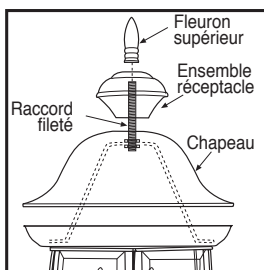

Figure 3
- b. Si le chapeau est à montage à manille, dévisser le fleuron supérieur pour enlever l'ensemble réceptacle et le chapeau du raccord fileté. Mettre la ou les ampoules en place. Refixer le chapeau, l'ensemble réceptacle et le fleuron supérieur (voir la figure 3).